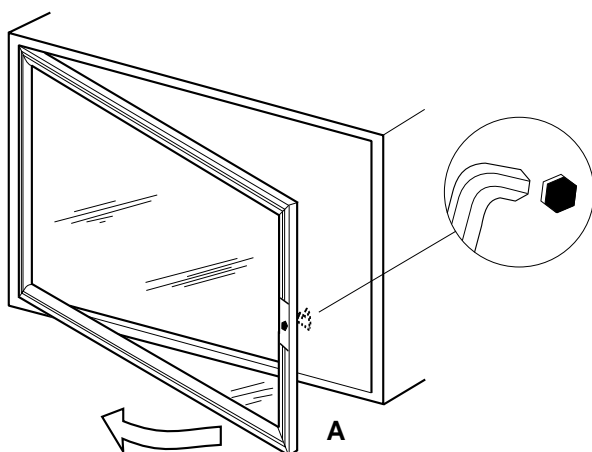

Fig. 8.2
8.2 PULIZIA DEL VETRO (FIG.8.2)
- Non effettuare la pulizia durante il funzionamento del caminetto. (Fig. 8.2: A-apertura antina per pulizia vetro).
8.2 CLEANING THE GLASS (FIG. 8.2)
- Do not carry out cleaning when the fireplace is in operation (Fig. 8.2: A - door opening for glass cleaning)
8.2 REINIGUNG DES GLASES (ABB. 8.2)
• Keine Reinigung bei betriebem Kaminofen vornehmen. (Abb. 8.2: A Öffnen der Tür zur Glasreinigung)